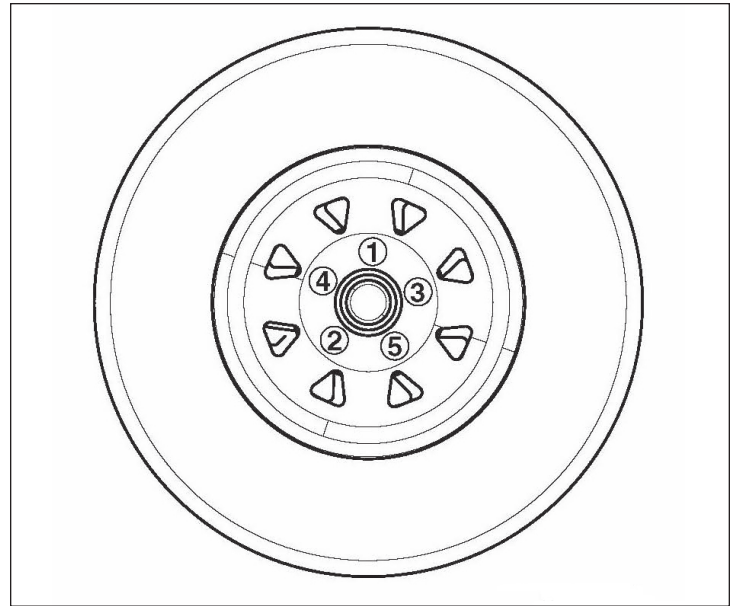

Figura 39
6. Cuando apriete las tuercas de orejeta, siempre utilice un patrón entrecruzado (Figura 39).